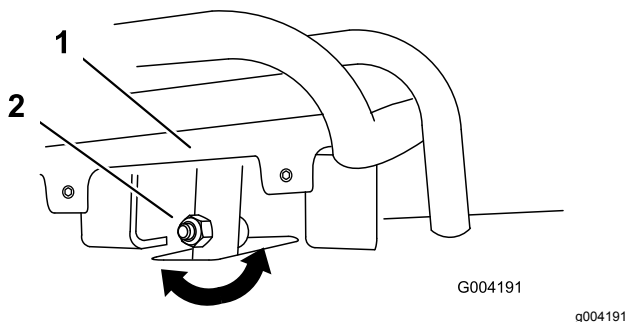
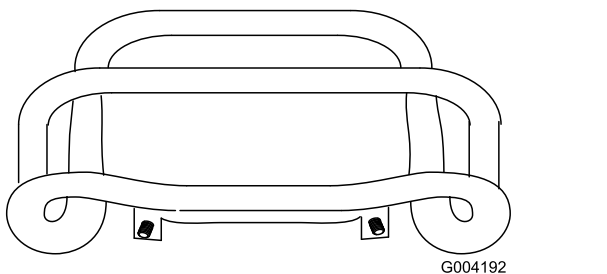

Figura 56
Figura 57
4. Se la parte anteriore del comando della trazione non rimane diritta e a filo con la barra di riferimento, allentate il dado flangiato e imbullonate lo stelo del comando della trazione (Figura 56).
5. Regolate il comando di trazione in modo che sia a livello rispetto alla barra di riferimento quando lo tirate indietro dritto (Figura 56 e Figura 57).